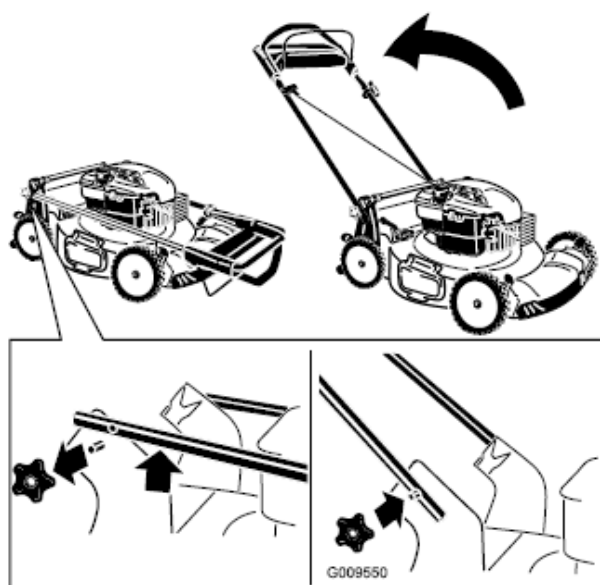

Figure 3
1. Zdemontować pokrętła z obudowy kosiarki (Fig.3)
3. Zainstalować i starannie dokręcić pokrętkę zdemontowane uprzednio w kroku 1 (Fig.3)